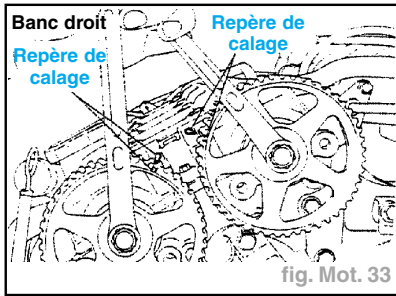

fig. Mot. 33
- Aligner le repère de calage sur le pignon d'arbre à cames du côté du banc droit, et le supporter avec une pince fermée de façon qu'il ne tourne pas (fig. Mot. 33) :